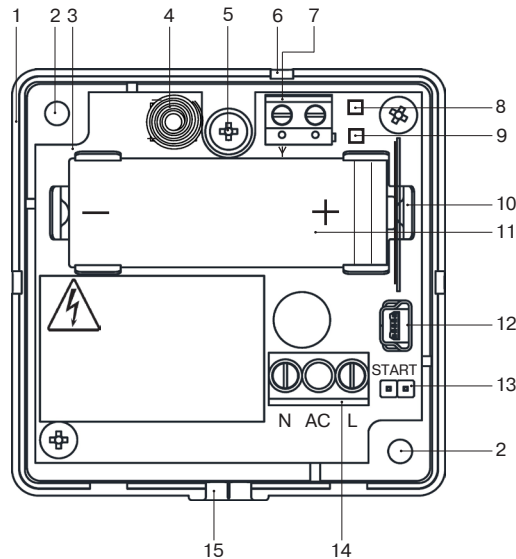

Рисунок 1 – СН-РЕТР со снятой крышкой
4.5 При установке аккумулятора соблюдайте правильную полярность, указанную на рис. 1.
9.4 Осуществите ручной пуск от аккумулятора путем замыкания контактов START (рис.1, поз.13) проводящим предметом до включения индикаторов зеленого и красного цветов (стартовая индикация).
11.3 Нажмите на датчик вскрытия корпуса (рис.1, поз.4) и удерживайте его в течение нескольких секунд.